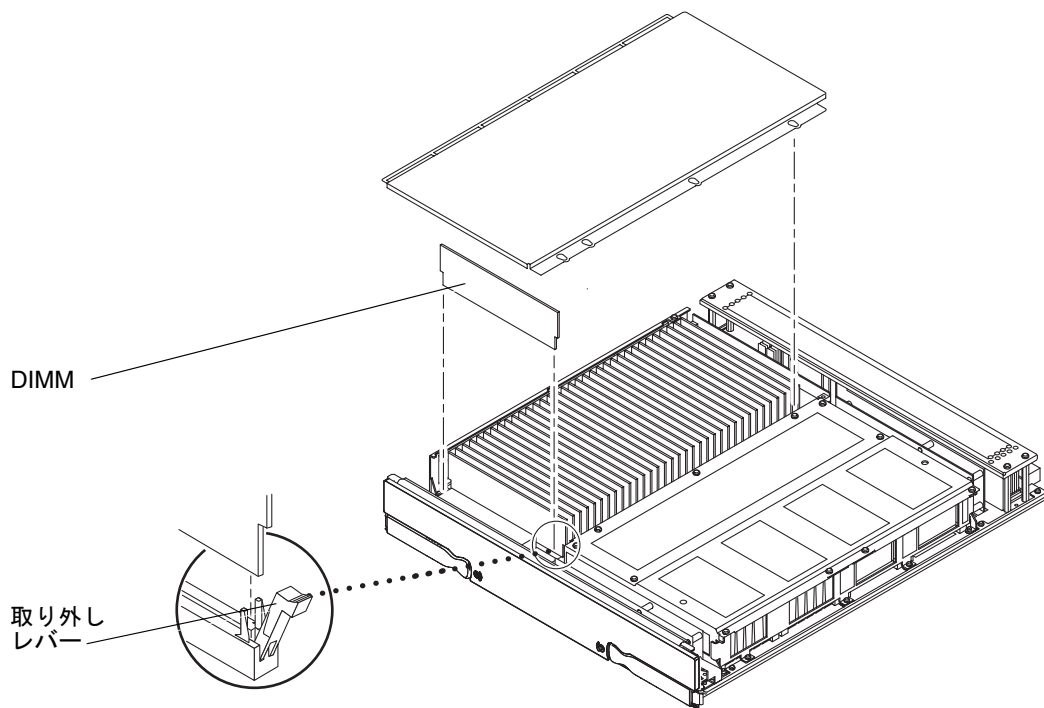

図 15-11 DIMM の取り外し
5. DIMM コネクタの両側の取り外しレバーを押し下げて、障害のある DIMM を外します (図 15-11)。